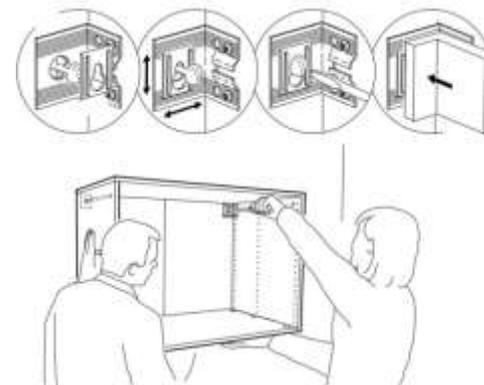

Рисунок 1.
Проверив равенство диагоналей, прибить стенку заднюю (7) гвоздями (21) из расчета 150 мм между соседними гвоздями, не допуская повреждения декоративного покрытия деталей. К деталям (6) прикрутить навесы (28) саморезами (30) (см. Рис.1).